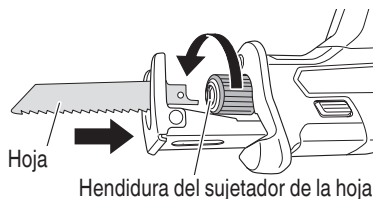

Fig. 7
- (1) Girando el sujetador de la hoja en la direcci3n indicada por la flecha, inserte la hoja completamente en la peque3a ranura del sujetador de la hoja. (Fig. 7)